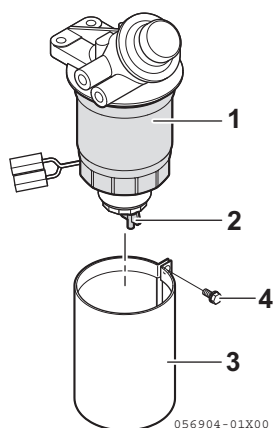

Figure 11
4. Allentare il tappo di spurgo **(Figure 11, (2))** nella parte inferiore del filtro combustibile / separatore acqua girandolo in senso antiorario e scaricare eventuale acqua o sedimenti.